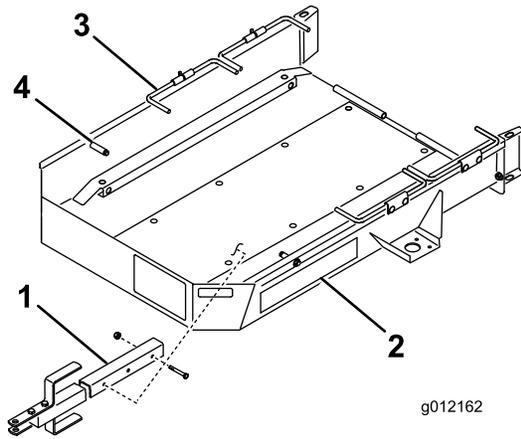

图1
- 使用 2 个螺栓 3/8 x 2-3/4 英寸、2 个垫片和 2 个锁紧螺母将牵引杆总成安装到拖车底板下方的安装支架上。对于大多数应用应该使用牵引杆和支架前面的一组安装孔 图1。
- 从机器上卸下集草斗分离滚刀驱动然后将油门移至最慢位置。**缓慢地**将机器开到拖车上直至行走轮接触到拖车止动装置图1。
- 将第一组车轮杆向下旋转到行走轮的后面图1。